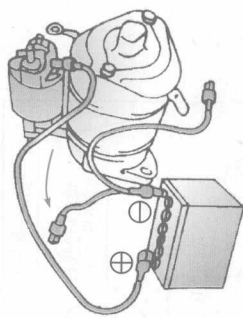

图3-8 驱动齿轮工作状态的检查
3) 按图3-8所示的方法,检查小齿轮的回位动作。拆下接在电磁开关体上的负极导线,此时小齿轮应向内退回。若小齿轮不能回位,则应更换电磁开关。